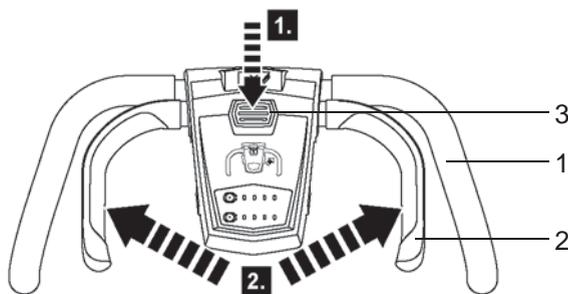

Fig.21
- > Tout en maintenant l'interrupteur de sécurité [3] enfoncé, tirez le levier de démarrage [2] vers la poignée (Fig.21).